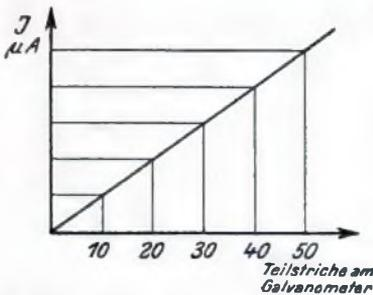

Bild 5. Eichkurve eines Galvanometers.
Die Tasten werden aus Hartholz hergestellt, das gut getrocknet sein muß, damit ein späteres Verziehen nicht eintreten kann. Hartgummi, Pertinax oder Turbax lassen sich genau so gut verwenden. Die Tasten haben rechteckigen Querschnitt mit 20 mm Breite, entsprechend der Fingerbreite, so daß beim Eindringen einer Taste nicht eine zweite „mitgenommen“ wird. Die genauen Maße zeigt Bild 5. Beim Ausfügen bzw. Ausstellen der oberen Einkerbungen für die Sperrschiene ist zu beachten, daß die hintere Seite der Sperrkerbe, die die Taste im eingedrückten Zustand hält, nur 1,5 mm hoch ist, also die obere Kante abgefrägt ist. Dadurch wird erreicht, daß, wenn die Sperrschiene erst 1,5 mm aus der 2 mm
Empfehlenswert ist die einmalige Anfertigung einer Eichkurve nach Bild 5. Zu diesem Zweck legt man verschieden große Spannungen an das Galvanometer, die verschieden große Ausschläge ergeben und errechnet sich nach den Formeln (10) und (11) die zu den einzelnen Ausschlägen am Galvanometer gehörigen Ströme aus, die man in ein Diagramm einträgt.